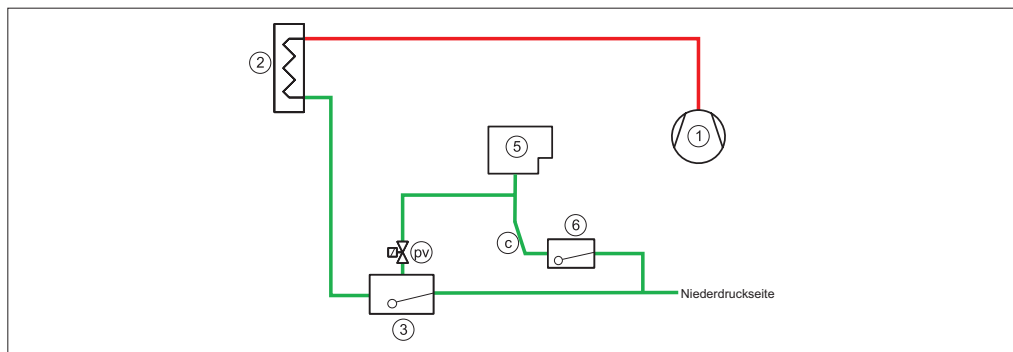

Abb. 8 Entlüfteranschlüsse (pv). Die Abflüsse (c) müssen vertikal/mit Abwärtsgefälle verlegt sein
Bei Systemen mit flüssigkeitsstandsgesteuerter Hochdruckregelung sammelt sich die Luft im Schwimmerventil (3) (siehe Abb. 8).